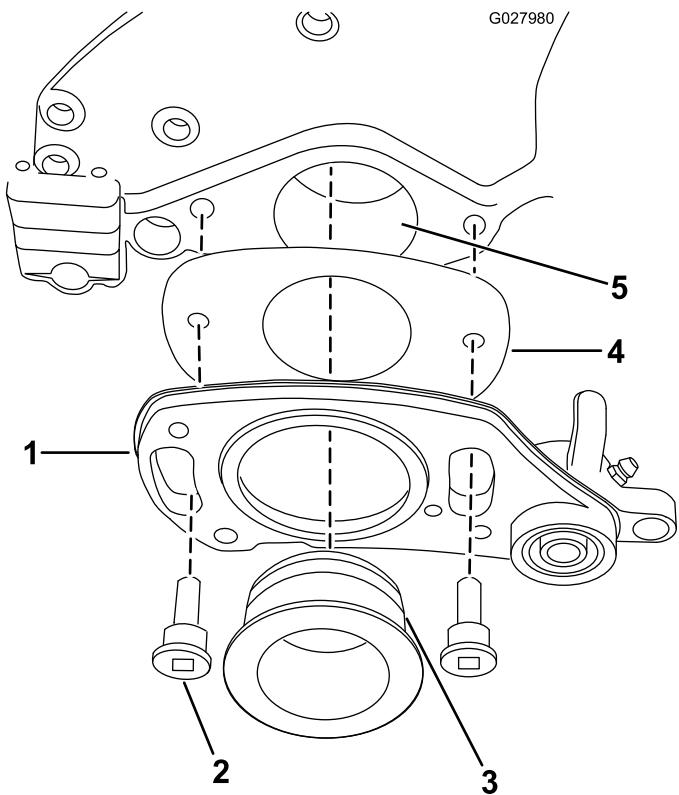

Figura 4
| 8. Coloque el suplemento en la parte trasera de la transmisión de la derecha, según se muestra en Figura 4. | |
- 9. Aplique una capa ligera de grasa a la junta tórica y al casquillo (Figura 4).
- 10. Sujete la transmisión derecha con 2 pernos de cuello largo (Figura 4).